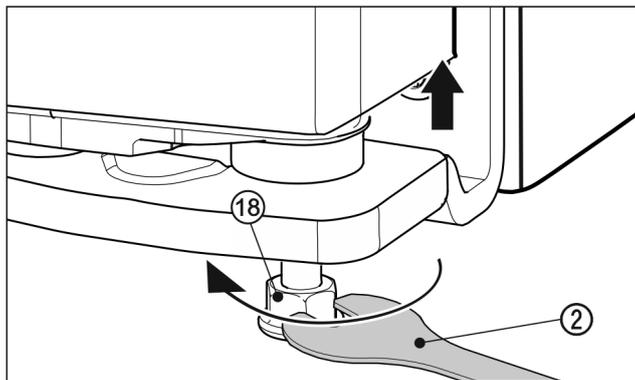

Fig. 21
- ▶ 使用附带的叉形扳手 Fig. 21 (2) 向右旋转垫脚 Fig. 21 (18)，直到接触地面，以便抬起门。之后继续旋转，直到门的高度调整完毕。交货时，轴承螺栓处于完全拧入状态。